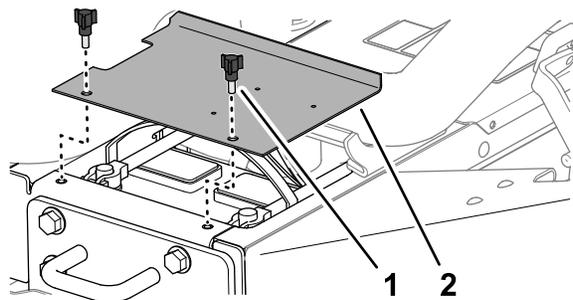

Рисунок 51
1. Отпустите защелки на левой и правой сторонах капота (Рисунок 51).